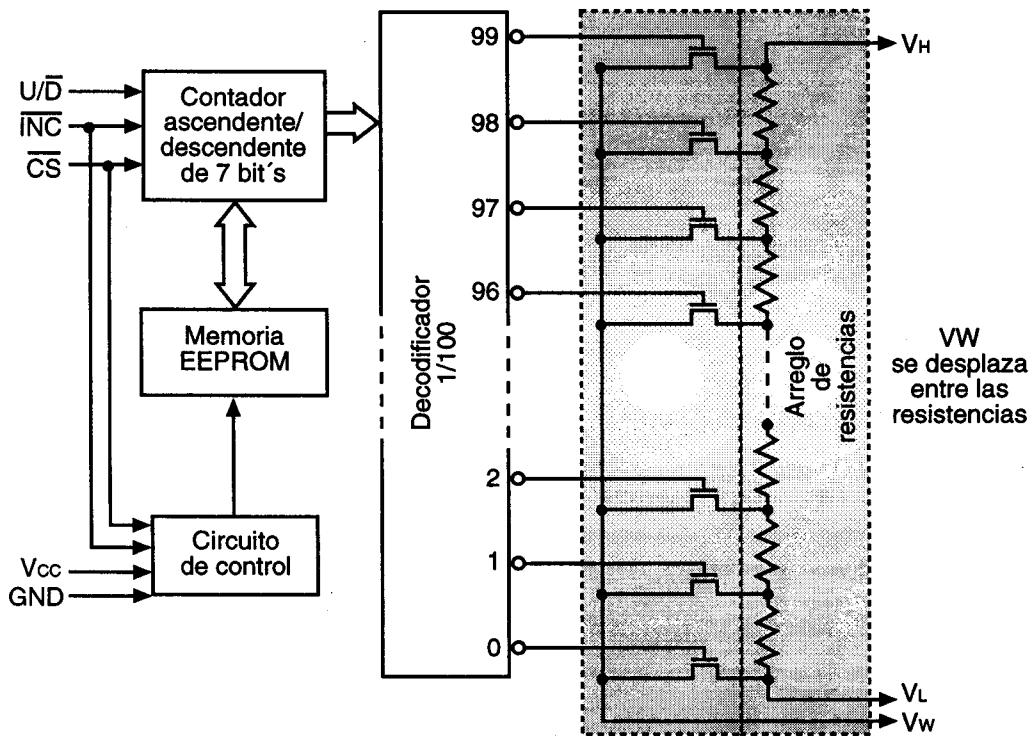

Figura 6.4. Diagrama funcional del potenciómetro digital
**Operación del potenciómetro.** Como se muestra en la figura 6.4, el X9C104 tiene 3 bloques funcionales: el primero lo componen el bloque de control, el contador y el decodificador; el segundo lo conforma la memoria no volátil y el tercero el arreglo de resistencias de salida.